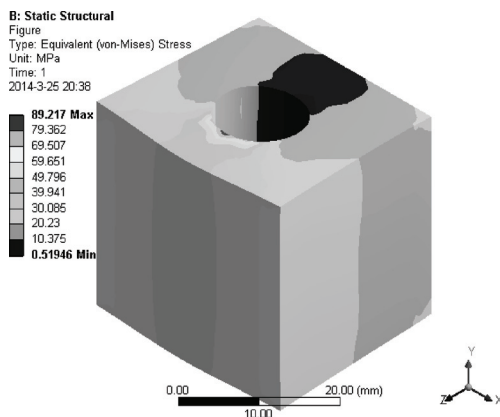

图 6-39 B 项目整体等效应力的等值线云图
9) 同样操作得到 B 项目的整体等效应力的等值线云图, 如图 6-39 所示。